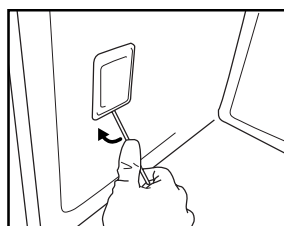

Fig. 7
3. À l'aide d'un tournevis à tête plate que vous utiliserez pour faire lever l'extérieur, dégagez le capot de l'ampoule (Fig. 7).